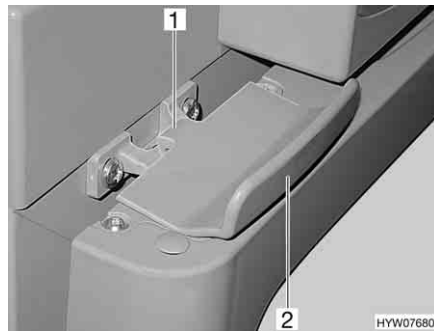

Bild 177 Verriegelung der Kühlschranktür, geschlossen (Thetford)
- Kühlschranktür am Griff (Bild 177,2) öffnen. Die Verriegelung (Bild 177,1) wird automatisch gelöst.